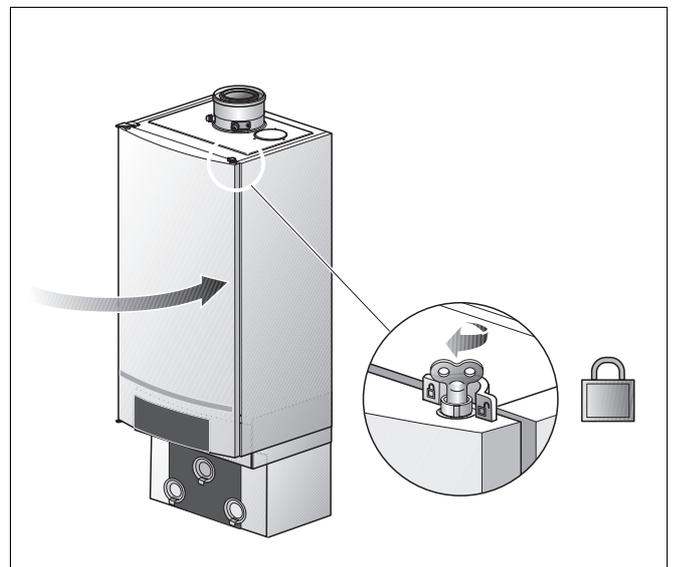

Fig. 95 Chiudere il portello della caldaia
- Chiudere il portello della caldaia (fig. 95) e bloccarlo con la chiave di sfiato, effettuando  $\frac{1}{4}$  di giro verso destra.